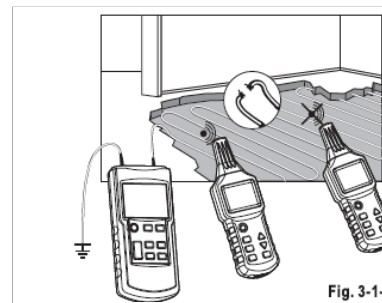

Fig. 3-1-5a
- Všechny vodiče, které nejsou využívány musí být připojeny k přídavnému zemnění jako na obrázku Fig 3-1-5a.